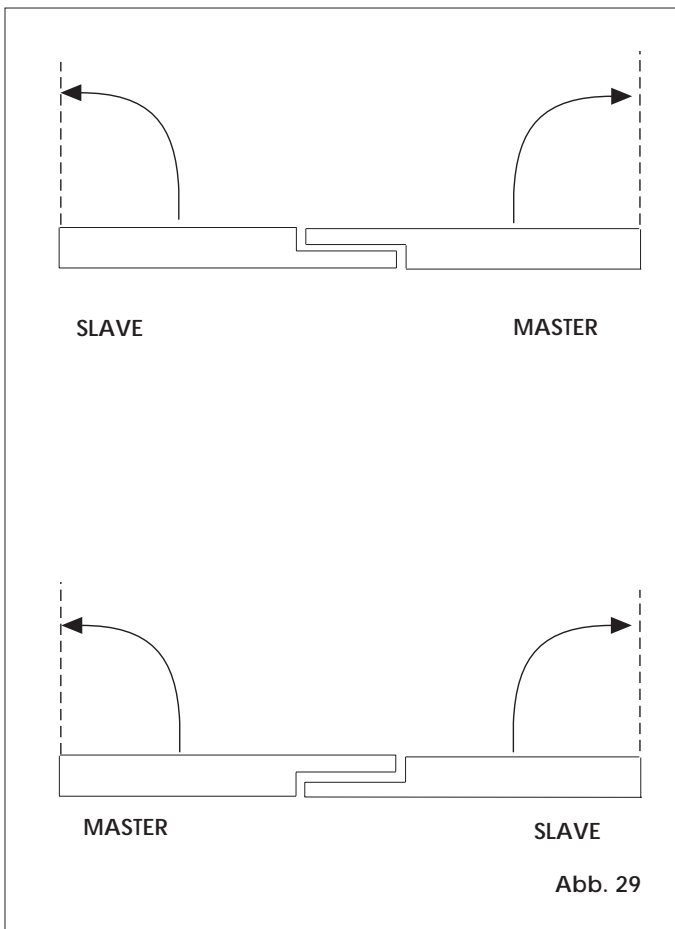

Abb. 29
Mit der programmierbaren Funktion "zweiflügelige Tür" kann der Betrieb von zwei entgegengesetzten Flügeln (Abb. 29) synchronisiert werden. Für einen einwandfreien Systembetrieb die Öffnung und die Schließung eines Flügels jeweils vorstellen bzw. verzögern.
- Die interne und externe Steuerung, die etwaige Notsteuerung und das Elektroschloß an das elektronische Steuergerät des Antriebs MASTER anschließen (Abb. 29).
- In beiden Antrieben die **Funktion Nr. 13 Ausgang "zweiflügelige Tür"** (ON) aktivieren und anhand der Programmierung von **Funktion Nr. 14** den **MASTER** und **SLAVE** Flügel bestimmen (Abb.29).